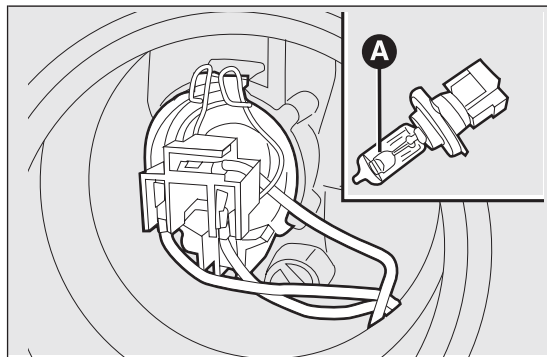

fig. 145
- ☐ estrarre la lampada A fig. 145 dal connettore B e sostituirla;